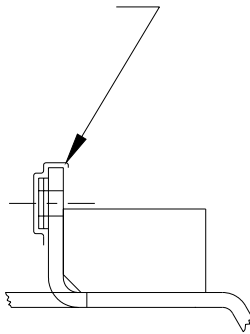

Figura 2
①	Cant. (4)	Perno de carruaje 1/2 x 1 1/4	⑤	Cant. (2)	Tuerca hexagonal 1/2 x 1 1/4
②	Cant. (4)	Bloque 1/4 x 1 1/2 x 2"	⑥	Cant. (2)	Arandela de bloqueo 1/2"
③	Cant. (4)	Arandela dentada cónica 1/2"	⑦	Cant. (4)	Arandela plana 1/2"
④	Cant. (4)	Tuerca hexagonal 1/2"	⑧	Cant. (2)	Ensambladura de tuerca de manija
- Despegue (5) ganchos de caucho del escape y baje la porción inferior trasera del sistema de escape.
- Levante el enganche a su posición y revise el espacio de lado a lado con el bastidor. Una arandelas de 1/2" al enganche según sea necesario para eliminar el vacío (ver figura 2).